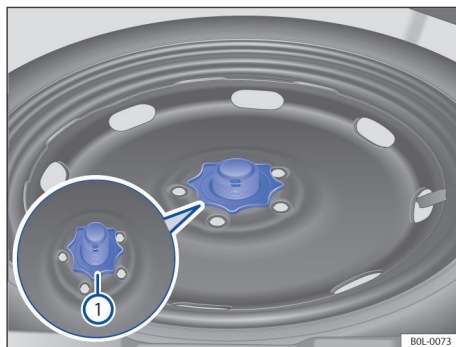

图 141 在行李箱内：用于固定应急备用车轮的手轮；
- 将应急备用车轮中央的手轮 → 图 141① 沿逆时针方向完全拧出。